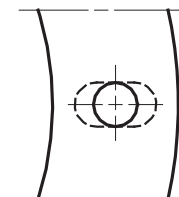

Рис. 4
- Если необходимо, расширьте отверстия изоляционного экрана (4), (см. рис. 4).